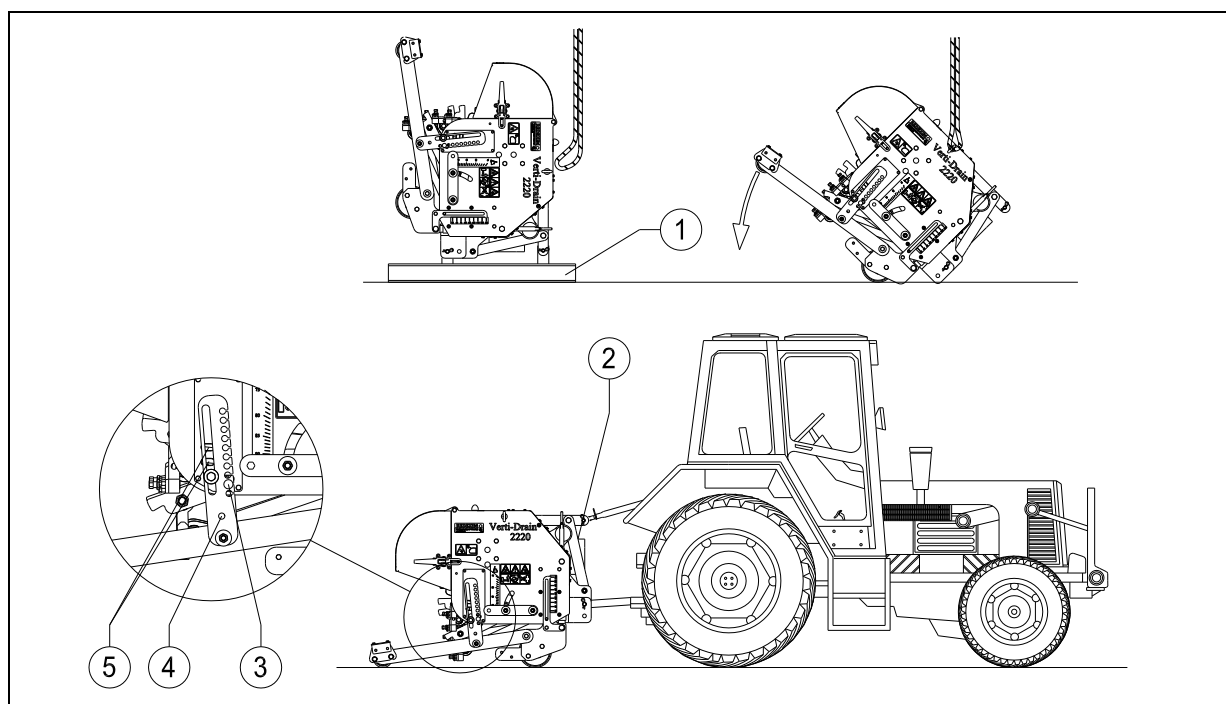
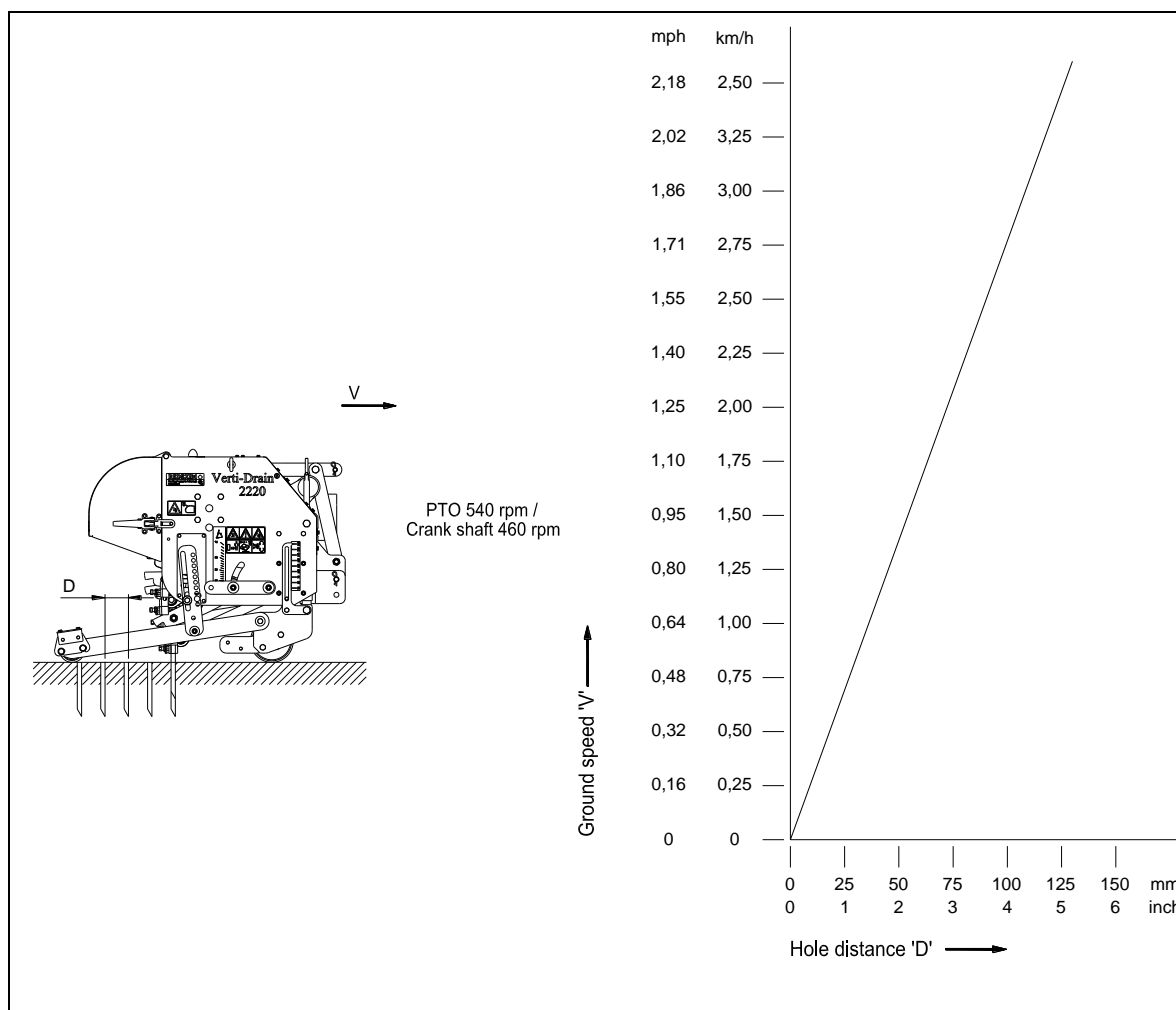

Bild 8
Bild 11
Maskinen står lodrätt på pallen. För att ta bort pallen och få maskinen vågrätt på marken ska man göra så här (se bild 8):
För att undvika att bakrullen hänger för mycket vid grunda stick, kan bakrullen blockeras tidigare genom att föra in låsstiftet (3) (Bild 8) i ett av hålen (5).
Vid 90 grader går stiften endast vertikalt ner i marken om maskinen är korrekt installerad, se bild 8. Om inställningen inte är korrekt, kan det uppstå en kraft F, se bild 11, som orsakar maskinskador.
Hålavstånd D, bild 11 i körriktningen bestäms av körhastigheten. Om kunden önskar ett litet hålavstånd, måste man köra tillräckligt långsamt, vilket beror på traktorn.
I bild 11 finns en tabell som visar förhållandet mellan körhastighet och hålavstånd. Om man känner till traktorns körhastighet vid 540 rpm på kraftuttaget, kan man fastställa hålavståndet.
**⚠ Om Verti-Drain® inte har monterats ordentligt bakom traktorn, se bild 8, kan olika vinklar på kraftöverföringsaxeln orsaka vibrationer i drivningen på maskinen. Dessa vibrationer kan skada maskinen och hålen i marken.**